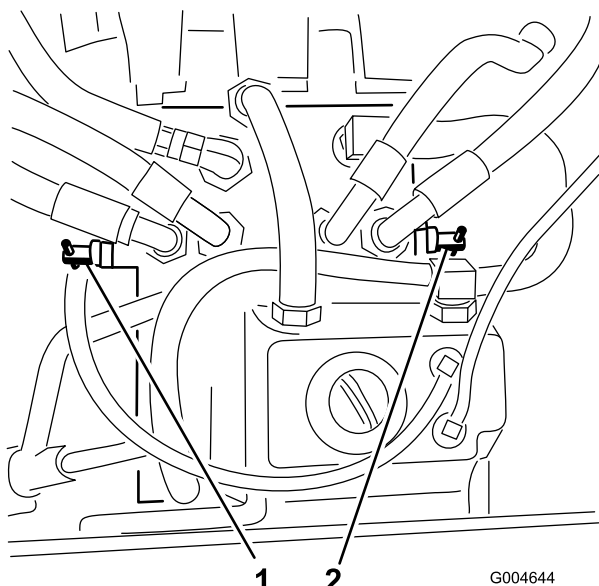

Figure 35
3. Tournez chaque vanne de dérivation d'un tour dans le sens anti-horaire (Figure 35).
Tournez chaque vanne de dérivation d'un tour dans le sens horaire et serrez-les à la main (couple de serrage de 8 Nm approx.) (Figure 35).